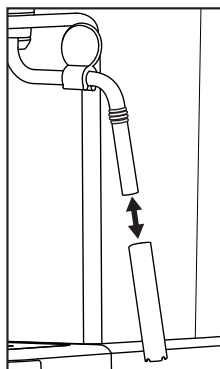

Figura 3
- 5) Sfilare l'involucro del montalatte 10 (Figura 3) e pulirlo accuratamente in acqua calda.
- 7) Far scorrere nuovamente l'involucro del montalatte **10** (Figura 3).